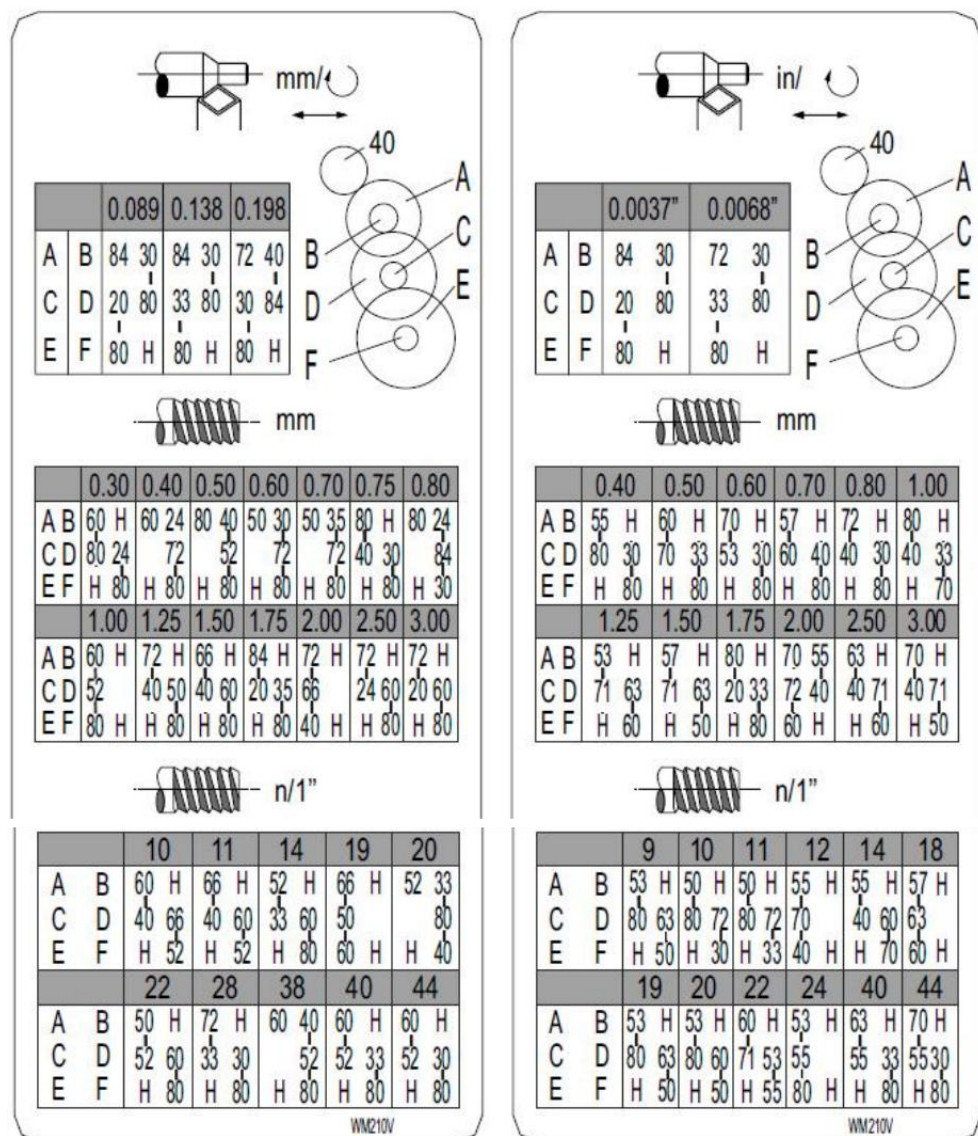

Figure . 20
6. Installer les accouplements d'engrenages en fonction du filetage et du tableau d'alimentation (Fig.20) et revissez les roues dentées sur le quadrant.
plaque de pas (Fig. 20)
régler la machine au pas de filetage souhaité (selon à le tableau de filetage , Fig.20). début le machine et s'engager le moitié noix . quand le l'outil atteint la pièce, il coupera le passage de filetage initial. lorsque l'outil atteint la fin de la coupe, arrêtez la machine en tournant le moteur désactivé et à la